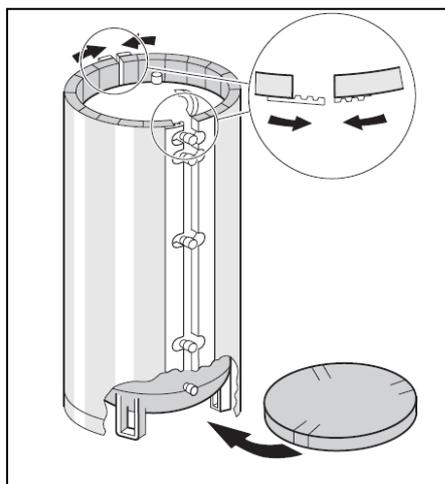

Рис. 12 Монтаж теплоизоляции (принципиальная схема)
- Равномерно уложите теплоизоляционный мат (Рис. 12) по поверхности бойлера так, чтобы совпадали места подключения и предусмотренные на мате вырезы.
- Сначала замкните теплоизоляцию на тыльной стороне бойлера (сторона подключений), как показано на увеличенном фрагменте Рис. 12.